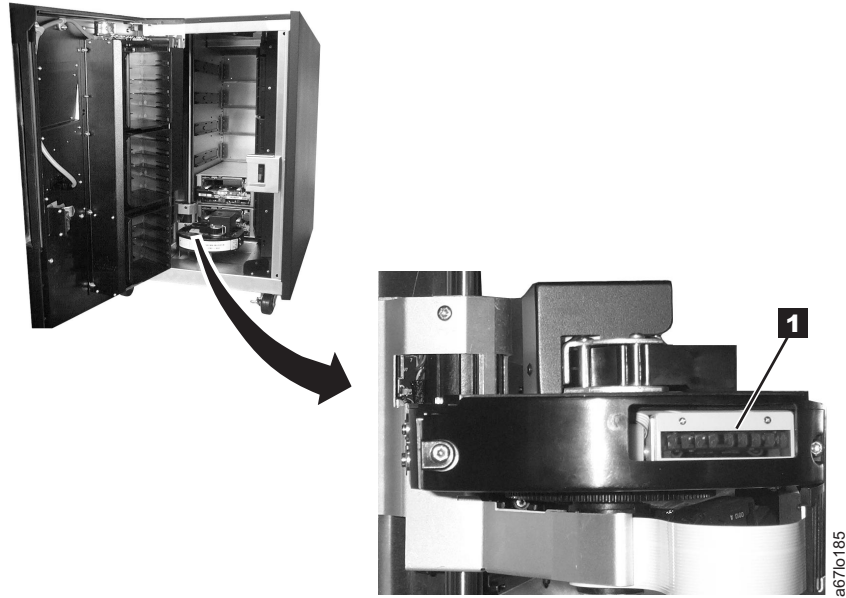

Abbildung 204. Barcode-Scanner reinigen
2. Wischen Sie das Fenster des Barcode-Scanners (**1** in Abb. 204) mit einem fusselfreien Tuch ab.